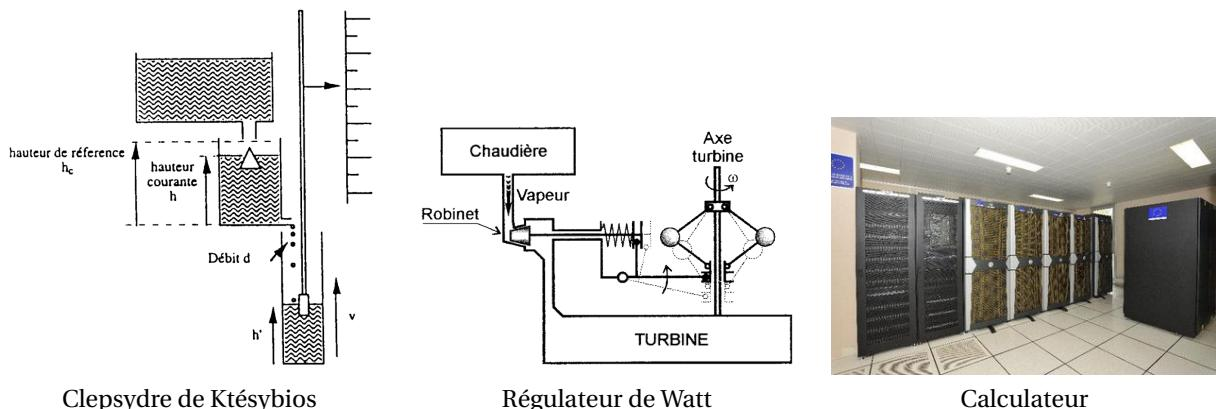

FIGURE 1 – Historique de l'automatique
- La première problématique concernant la création d'un système automatisé date de l'antiquité et l'invention de **Ktésybios** (environ 250 av JC) est un système d'horloge à eau (**Clepsydre**) à trois niveaux de vases communicant. Il a été imaginé dans le but de garantir une précision optimal sur la mesure du temps. La figure 1(a) illustre le principe de fonctionnement de cette horloge. Le deuxième niveau comporte un "trop plein" permettant de garantir un niveau constant et donc un débit constant d'écoulement vers le troisième niveau qui est gradué pour donner l'information du temps écoulé.
- **Le régulateur à boules de Watt** (XVIII^e siècle figure 1(b)) a été conçu lors de l'avènement des machines à vapeur dans le but d'en limiter la vitesse de rotation avec un système de régulation de vitesse utilisant les effets
- Au cours du *XX^e* siècle l'utilisation de plus en plus importantes **de calculateurs** et de l'**informatique** (figure 1(c) permet d'accroître et de faciliter la conception des systèmes automatisés de plus en plus performants.